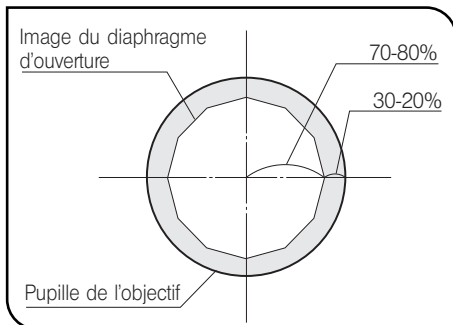
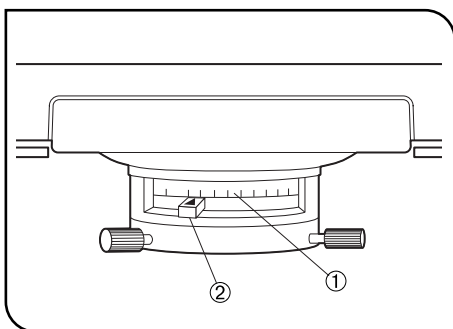

Fig. 17
Fig. 18
2 Diaphragme d'ouverture (Figs. 17 & 18)
- Le diaphragme d'ouverture détermine l'ouverture numérique du système d'éclairage. La correspondance de l'ouverture numérique ① du système d'éclairage avec celle de l'objectif confère une meilleure résolution et un meilleur contraste tout en augmentant la profondeur de champ.
- Le contraste des préparations microscopiques étant généralement faible, il est conseillé de régler le diaphragme d'ouverture du condenseur à 70/80 % de l'ouverture numérique de l'objectif utilisé. Si nécessaire, régler le rapport d'ouverture en enlevant les oculaires et en regardant l'image directement à travers les manchons d'oculaires tout en ajustant la commande ② du diaphragme d'ouverture jusqu'à obtenir une image semblable à celle illustrée à la Fig. 17. (Fig. 18)
- ⊙ Aligner la molette ② de commande du diaphragme d'ouverture sur la valeur ① d'ouverture numérique de l'échelle graduée. La valeur de l'ouverture numérique sur l'échelle graduée doit correspondre au numéro d'ouverture numérique gravée sur l'objectif. Étant donné que la molette de la commande du diaphragme d'ouverture a une certaine largeur, il convient d'aligner le repère central situé sur la molette avec la valeur de l'échelle graduée. Lors de l'utilisation d'un objectif 100X, positionner la molette ② de commande du diaphragme d'ouverture sur la valeur 0,9 de l'échelle graduée. (Fig. 18)